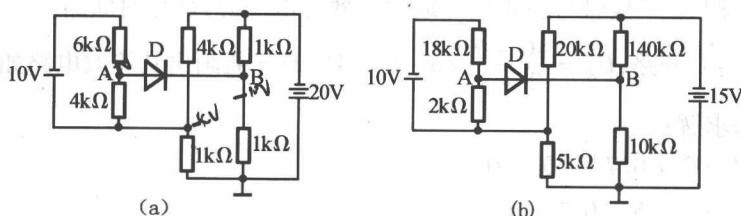

图 15.8
15.2.2 设图 15.8 中 D 为理想二极管, 试通过计算判断它们是否导通?